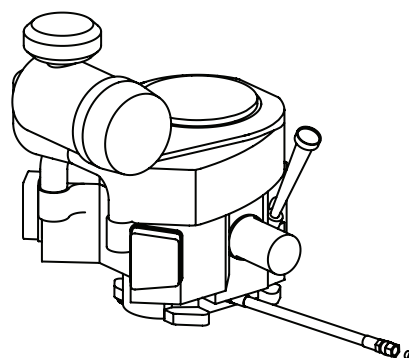

Fig. 35
- Localisez le tuyau de vidange d'huile sur le moteur (Fig. 35).
- Tout en maintenant l'extrémité libre du tuyau de vidange d'huile au-dessus du récipient de collecte d'huile, dévissez le bouchon à tête carrée de l'extrémité du tuyau (Fig. 35 à la page 108). Vidangez l'huile moteur dans le récipient de récupération d'huile.